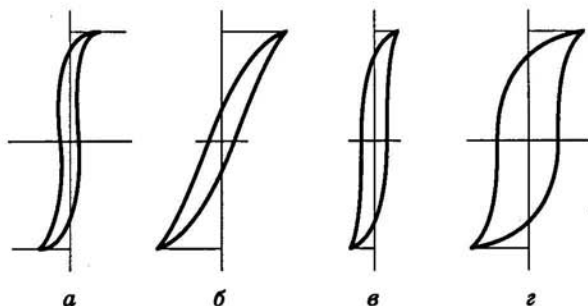

Рис. 5.3. Петли гистерезиса различных типов магнитных материалов
5.31. По виду гистерезисных кривых, приведенных на рис. 5.3, определите типы магнитных материалов и укажите их в соответствующих строках: